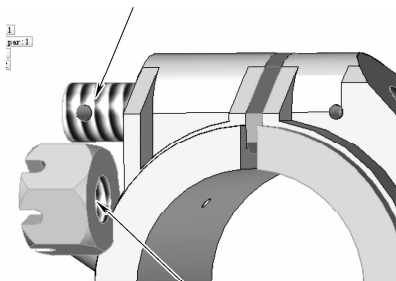
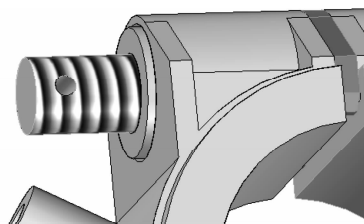

图 8-96 选取配合面
图 8-97 轴对齐装配
(5) 在上方的【装配】命令条中选择  【锁定旋转】按钮,单击如图8-96所示的位置进行【轴对齐】装配,装配后如图8-97所示。